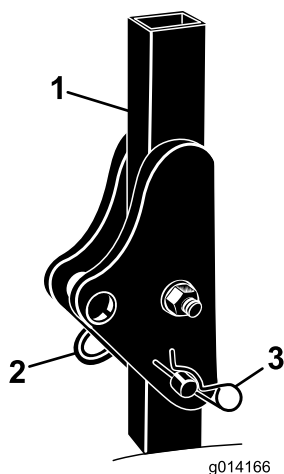

图 5
1. 从翻车保护杆上卸下 2 个发卡销和 2 个柱销 图 5。
2. 将翻车保护杆升起至直立位置并用 2 个柱销和 2 个发卡销固定 图 5。